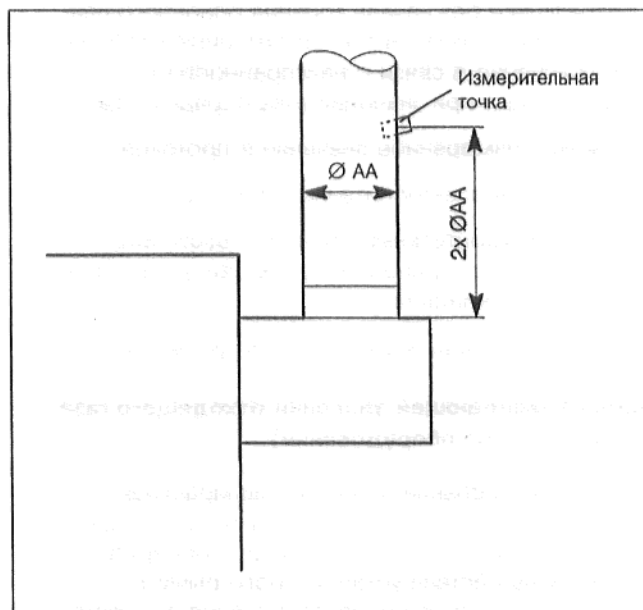

Рис. 22: Измерительная точка в трубе отходящего газа
- Выполнить в трубе отходящего газа отверстие на расстоянии прил.  $2 \times \varnothing AA$  за предохранителем потока на стороне, обращенной от котла (Рис. 22).